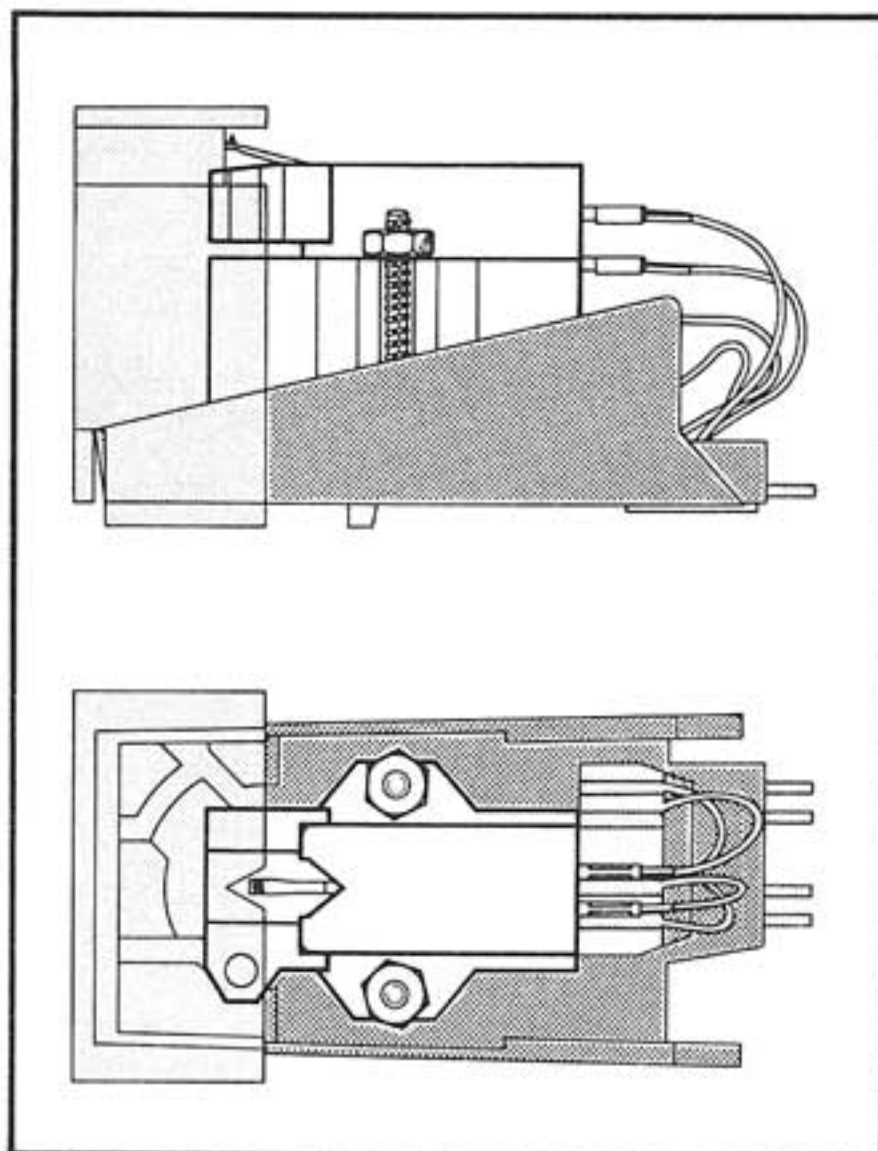

Fig. 12
2. Befestigen Sie das Tonabnehmersystem unter Verwendung des dem Tonabnehmersystem beigegebenen Zubehörs auf dem Systemträger. Zu beachten ist, daß das Tonabnehmersystem am geometrisch richtigen Ort im Systemträger montiert wird (Fig. 12).